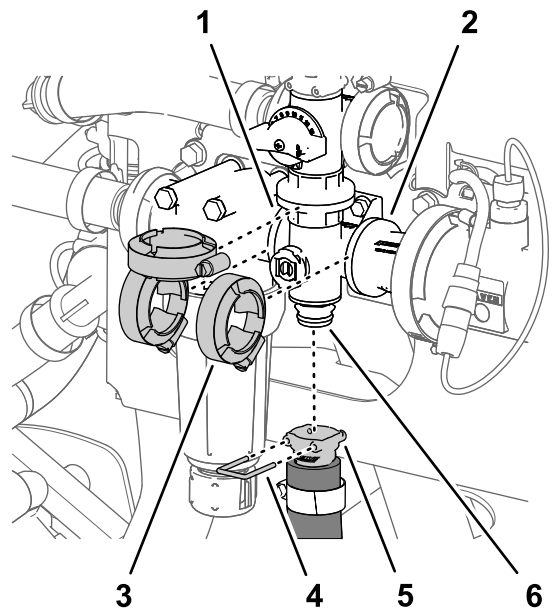
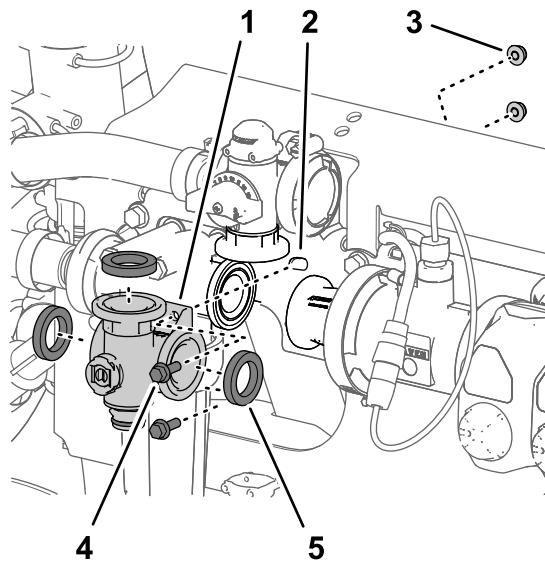

Figure 126
Figure 125
1. Alignez la bride du collecteur de la vanne d'agitation et les 3 joints sur les brides de la vanne de dérivation d'agitation, de la tête du filtre de pression et de l'adaptateur d'accouplement (Figure 125 et Figure 126).
2. Fixez légèrement le collecteur de vanne d'agitation à la vanne de dérivation d'agitation, la tête du filtre de pression et l'adaptateur d'accouplement (Figure 126) à l'aide des 3 colliers bride que vous avez retirés à la section Dépose de la vanne d'agitation du collecteur (page 87).
5. Serrez les 3 colliers bride à la main (Figure 126).
6. Fixez le raccord rapide du flexible d'agitation au raccord rapide du collecteur de vanne d'agitation à l'aide de l'étrier de fixation (Figure 126).